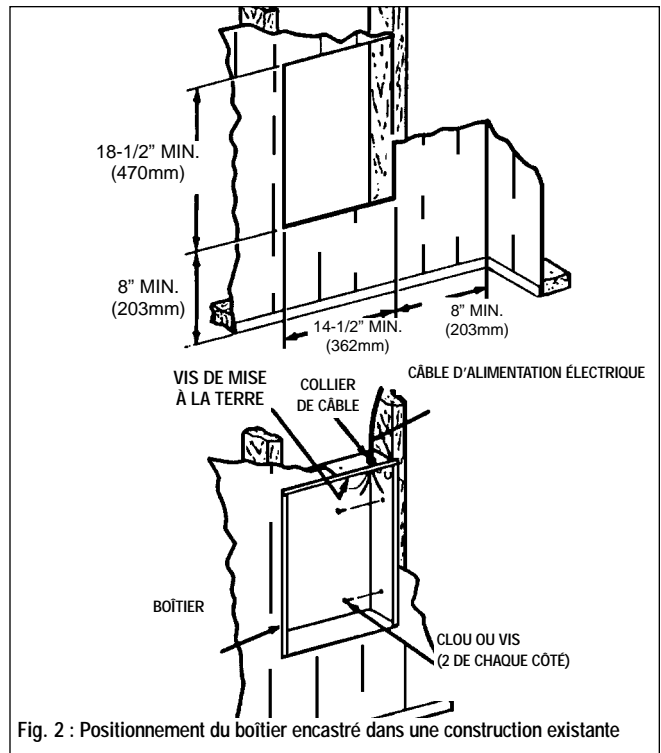

Fig. 2 : Positionnement du boîtier encastré dans une construction existante
1. Faire une ouverture murale de 362 mm de large par 470 mm de haut à la hauteur de fixation désirée, mais pas à moins de 203 mm des murs adjacents et à plus de 915 mm du plafond. (Voir la figure 2.)